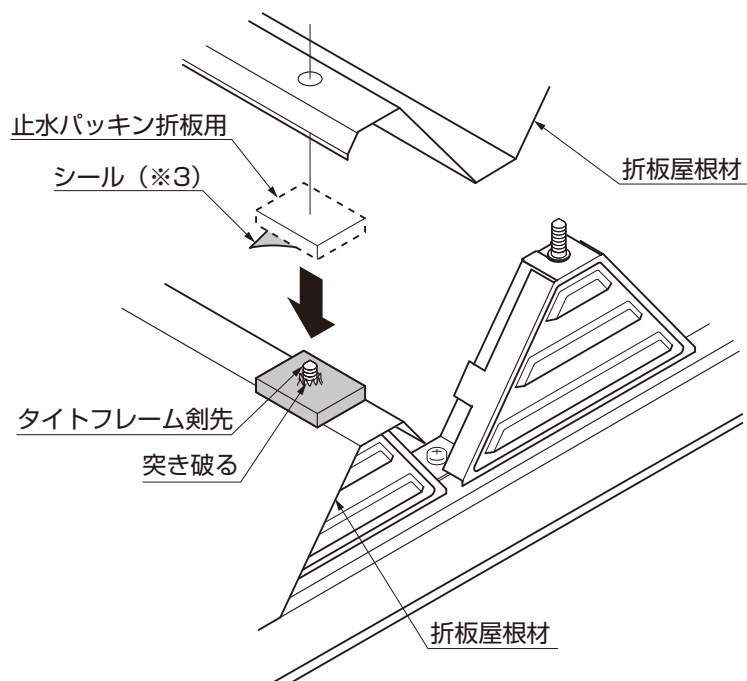

図16-9
- ①止水パッキン折板用の裏板シール (※3) をはがし、正面 (シャッター側) の横樋梁用のタイトフレームからでている剣先を突き破って貼付けてください。(図16-7、図16-9参照)
その後、2枚目以降の折板屋根材を載せてください。(図16-8、図16-9参照)